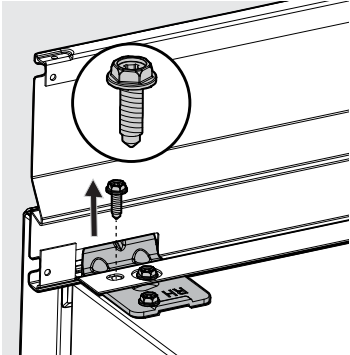
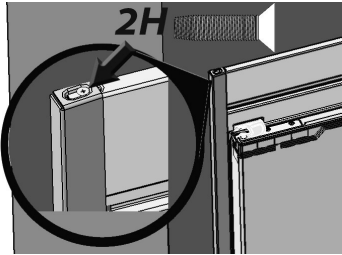

Fig. 21
Fig. 24
- 22. a. Retire los tornillos de la bisagra exterior delantera, comunes en ambos lados de la instalación doble, así como los dos tornillos 4H delanteros que sujetan la barra de sujeción 1H (Fig. 21).
- 24. a. Coloque las molduras laterales en su lugar dejándolas caer sobre el tornillo de colocación como se muestra en la Fig. 21 y ajustando sobre la moldura superior (Fig. 24).